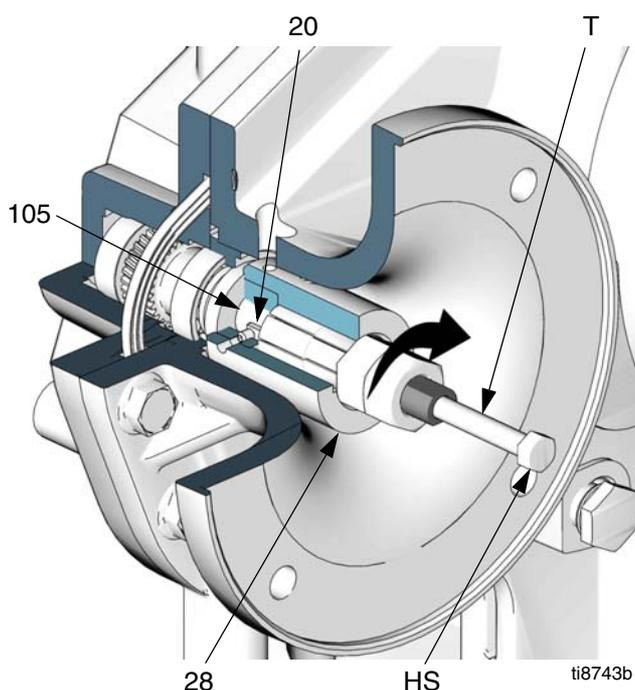

ABB. 22. Entfernen der Motorkupplung
4. Siehe ABB. 22. Lockern Sie beide Stellschrauben (31). Das Kupplungslösewerkzeug (T) in die Kupplung (28) einführen. Die Mutter im Uhrzeigersinn festdrehen, und dann die Kupplung von der Vorgelege-Eingangswelle (105) ziehen, indem Sie den Sechskantschlüssel (HS) im Uhrzeigersinn drehen.
HINWEIS: Wenn die Kupplung während des folgenden Verfahrens von der Motorwelle getrennt wird, aber an der Eingangswelle steckenbleibt, muss das Kupplungslösewerkzeug 15J827 (T) verwendet werden, wie in ABB. 22 dargestellt.